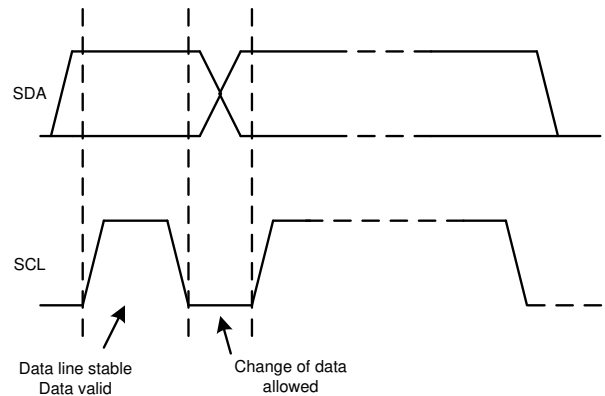

图 6-22. 在 I²C 总线上的位传输
2. 控制器随后产生 SCL 脉冲，并在 SDA 线上发送 7 位地址和读取/写入方向位 ($\overline{R/\overline{W}}$)。在所有传输期间，控制器确保数据有效。图 6-22 显示，有效数据条件要求 SDA 线在时钟脉冲的整个高电平期间保持稳定。所有器件都识别控制器发送的地址，并将其与相应内部固定地址进行比较。只有具有匹配地址的目标器件才会通过在第 9 个 SCL 周期的整个高电平期间拉低 SDA 线来生成确认 (另请参阅图 6-20)。当控制器检测到此确认时，则表示与目标的通信链路已建立。